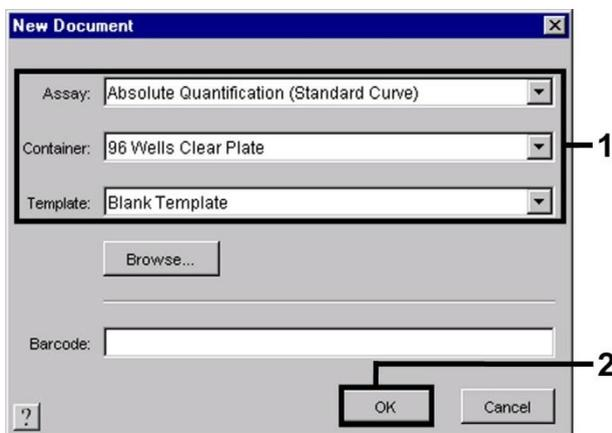

Fig. 16: Pre-impostazioni per la creazione di una nuova PCR (New Document) (Nuovo documento).
Selezionare in *ABI PRISM 7900HT SDS* la voce di menu *New* (Nuovo) sotto *File* ed inserire le seguenti impostazioni di base per il nuovo documento (vedi Fig. 16). Un modello di backup (*ABI PRISM SDS Template Document* (Documento modello *ABI PRISM SDS*) [**.sdf*]) è a disposizione nell'elenco *Template* (Modelli) oppure selezionandolo con la funzione *Browse* (Sfogliata) (vedi 8.6.3.5 Come salvare la PCR). Confermare le pre-impostazioni (OK).